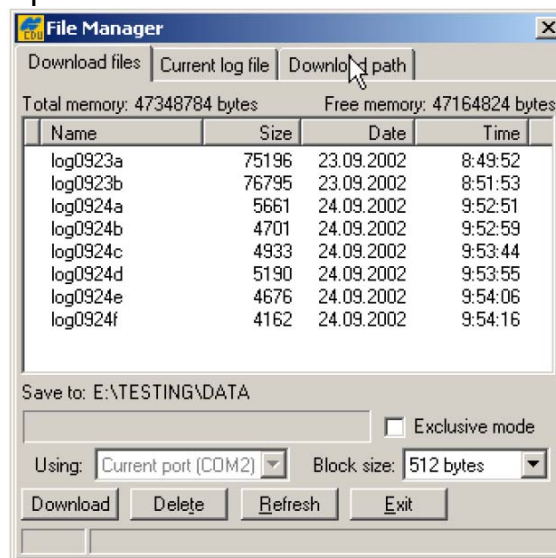

Рисунок 5-10. Выбор файлов для загрузки
3. Выберите пункт меню **File > File Manager (Файл > Управление файлами)** и в появившемся диалоговом окне **File Manager (Управление файлами)** выберите вкладку **Download path (Каталог для загрузки)**, см. рис. 5-10.